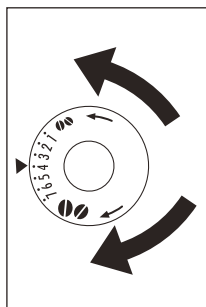

Fig. 40
- ▶ Pour une distribution plus lente et un café plus crémeux, tournez d'un cran dans le sens contraire aux aiguilles d'une montre (café moulu plus fin). Pour une distribution plus rapide (pas en goutte à goutte), tournez d'un cran dans le sens des aiguilles d'une montre (café moulu plus gros) (Fig. 40).